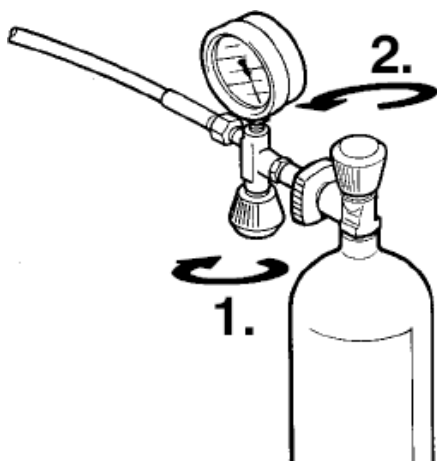

Рис.8. Заполнение баллона
- Откройте вентиль на заполняющем устройстве (1, рис.8).
- Откройте вентиль баллона (2). Регулярно (1 раз в 15 минут) дренируйте конденсат в процессе заполнения. На моделях с автоматическим дренажем проверяйте регулярность срабатывания автомата.